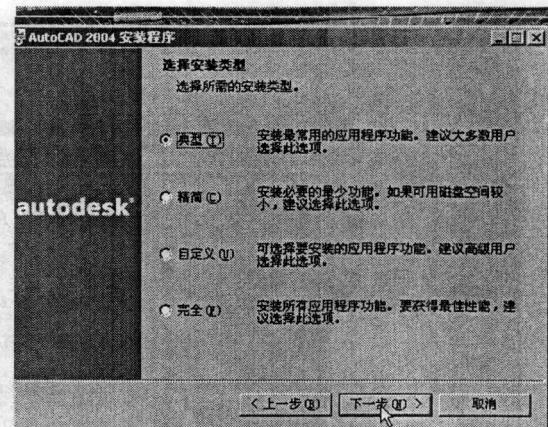

图 1-5 安装类型对话框
- ⑨ 单击“下一步”按钮后，安装程序将弹出“安装类型”(Installation Type)对话框。该对话框中有 4 个单选按钮，可选“系统安装所有程序”(Full)。如图 1-5 所示。